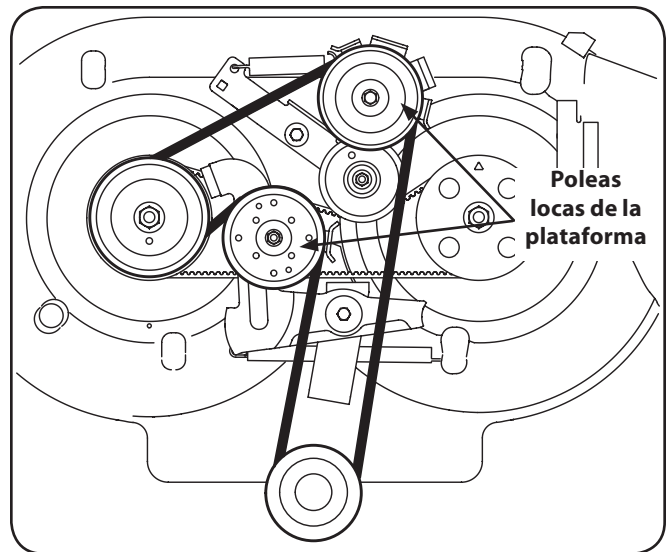

Figura 7-8
4. Afloje, pero no saque, la tuerca y el perno que fijan cada polea loca de la plataforma. Vea Figura 7-8.
6. Coloque la correa nueva como se muestra en Figura 7-8.